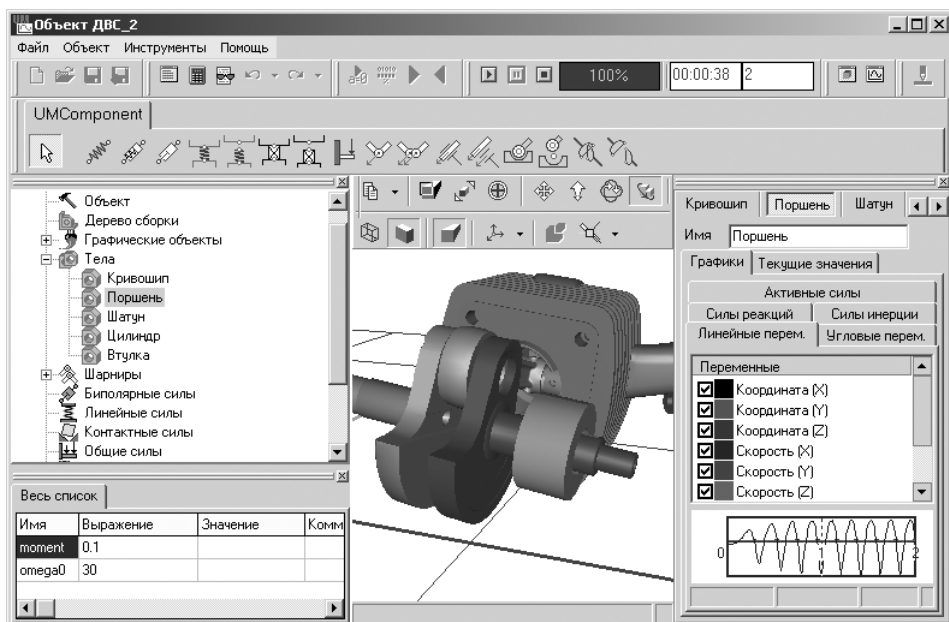

Рис. 2.71. Главное окно системы **Универсальный механизм** во время просмотра графиков моделирования
- щелкните в окне **Список элементов** по нужному телу, например по телу **Поршень**, см. рис. 2.71;